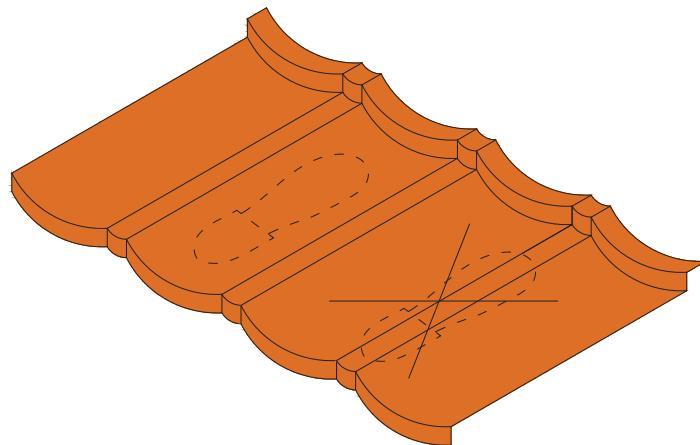

Рис. 28
5.1. Перемещаться по поверхности кровли необходимо, как показано на рис. 28, используя при этом мягкую обрезиненную обувь.